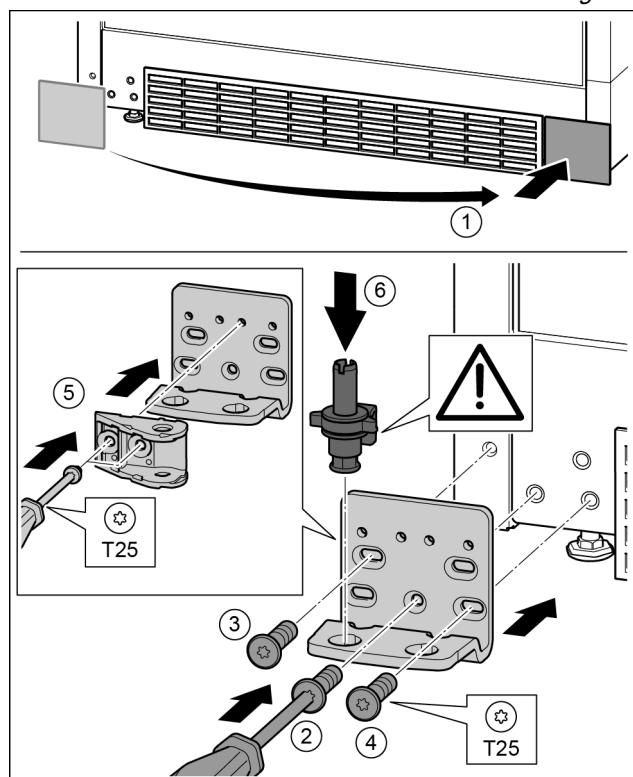

Fig. 32
- Снова установить опорный палец в сборе. При этом следить за тем, чтобы выступ фиксатора был направлен назад. *Fig. 32 (6)*
- Снять крышку и поставить с другой стороны. *Fig. 32 (1)*
- Установить опорный кронштейн с другой стороны и прикрутить с помощью отвертки T25. Начинать с винта 2 в центре. *Fig. 32 (2)*
- Затянуть винты 3 и 4. *Fig. 32 (3, 4)*
- Повернуть соединительный элемент амортизатора закрывания дверей на 180°. Прикрутить с другой стороны опорного кронштейна с помощью отвертки T25. *Fig. 32 (5)*